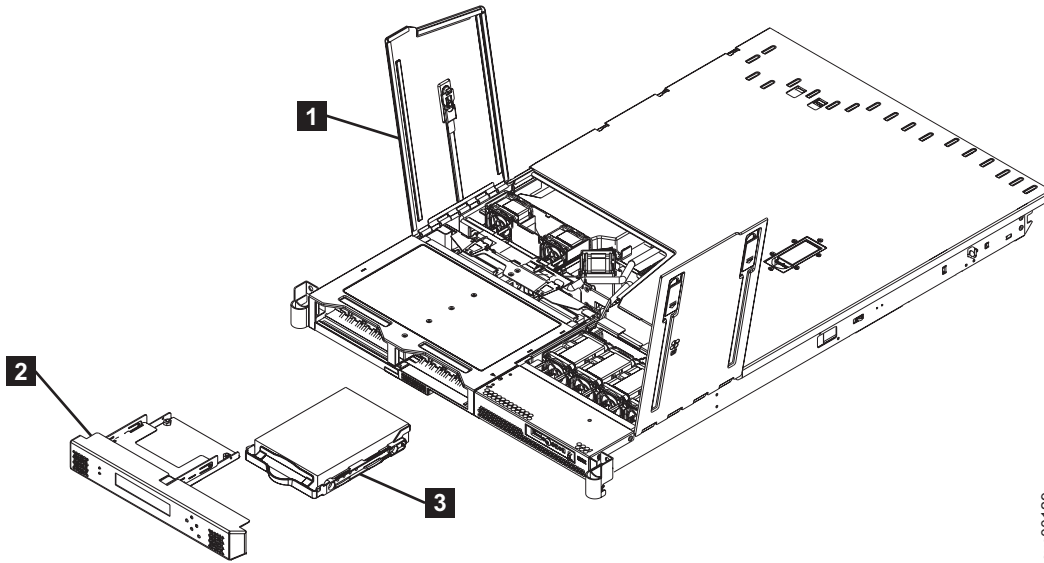

図 87. SATA ディスク・ドライブの取り外し
4. ファン・ドア A **1** を開きます。354 ページの図 87 を参照してください。